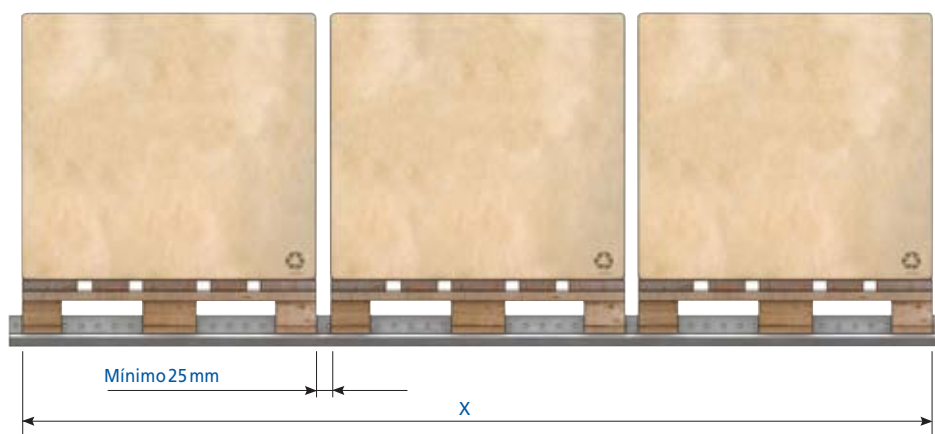

Figura 4
- X: suma de la profundidad de todas los paletas (contando la medida de la carga si esta sobresale) más una holgura por unidad de carga de, como mínimo, 25 mm (figura 4).
Para las holguras en profundidad se ha de aplicar el mismo criterio que con el carril GP (figura 4).